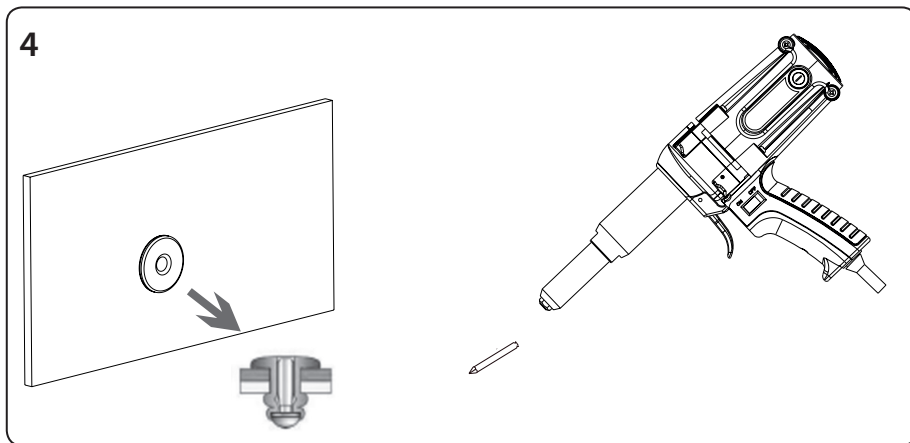

Abb.6
- d) **Nach dem Lösen des Pistolenzugs wird der Niet zusammengedrück und der Nietschaft abgerissen, der aus dem Pistolenzug freigesetzt wird, siehe Schritt 4, Abb. 6.**